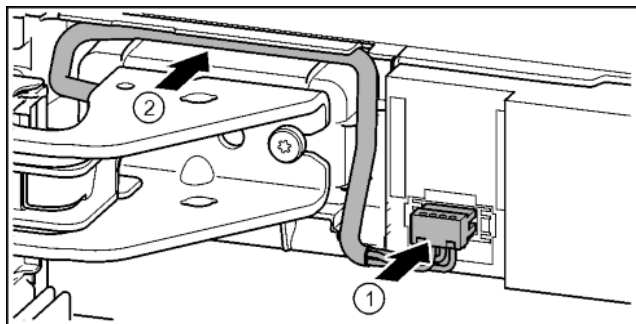

Fig. 42
- ▶ Зафиксировать штекер над верхним опорным кронштейном и осторожно уложить жилы кабеля в канал. *Fig. 42 (1)*
- ▶ Осторожно проложить серый кабель в направляющей над верхним опорным кронштейном. *Fig. 42 (2)*